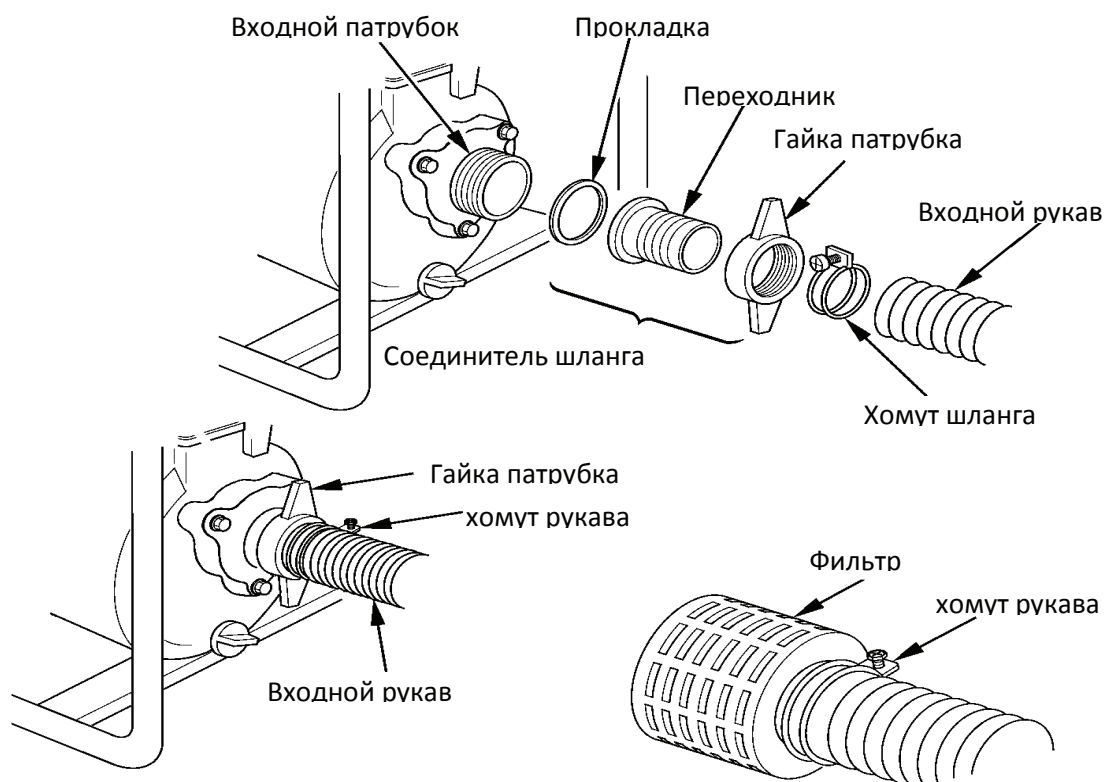

Рис.9
3. Смонтировать детали всасывающего и подающего тракта, для этого используйте имеющиеся в продаже рукава, и штатные соединители и хомуты. Необходимо использовать несминаемые(гофрированные) рукава, исключающие «переламывание». Длина всасывающего рукава не должна превышать требуемую расчетную величину, так как от этого зависит максимальная эффективность работы насоса. Последовательность соединения показана на Рис.9